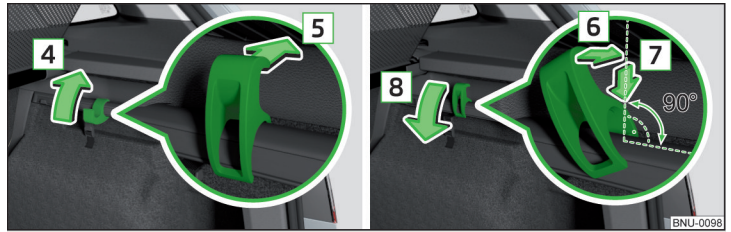

Abb. 141 Haken abnehmen/einsetzen
- › Den Haken in Pfeilrichtung **4** in die senkrechte Stellung klappen » Abb. 141.
- › Den Haken in Schrägrichtung auf die Befestigungsleiste stecken und in Pfeilrichtung **6** gerade richten » Abb. 141.